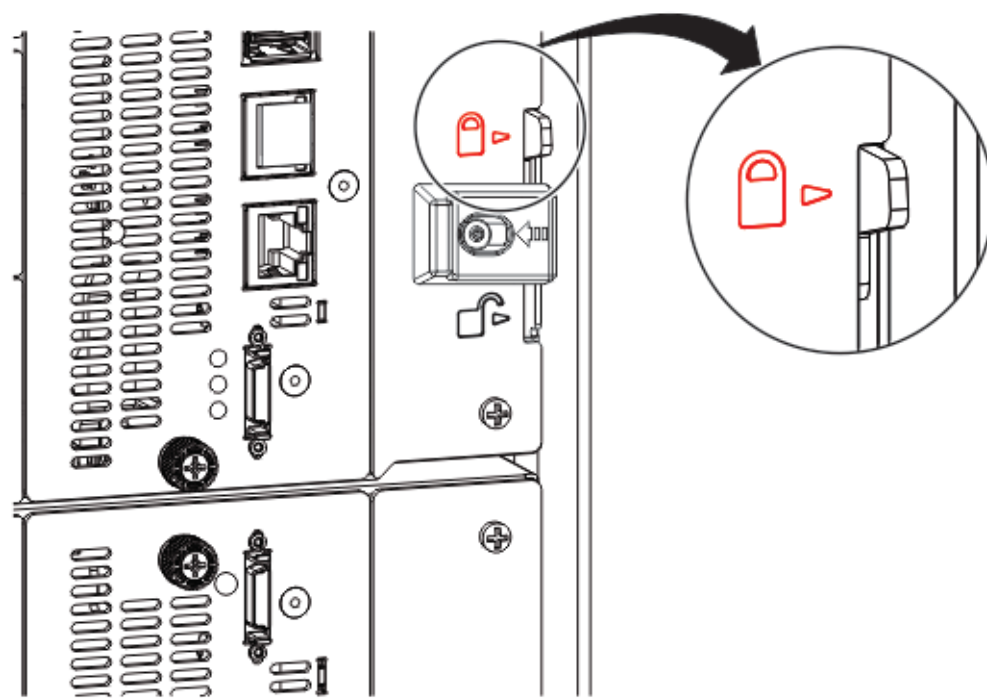

Figura 38. Palanca de alineación bloqueada o encajada en el módulo inferior
2. En la parte posterior de la biblioteca, empezando desde el par de módulos inferior, alinee cada módulo con el módulo que está debajo de él. Repita para cada par de módulos. Consulte Figura 38 en la página 55.